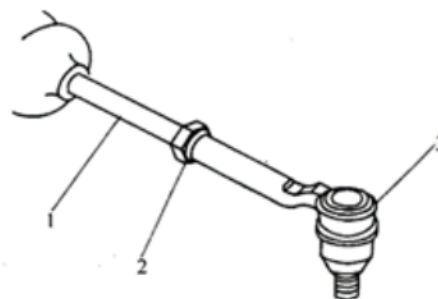

图 8.5-2 前轮前束的调整
- (1) 将转向盘调整到正前位置。
- (2) 如图 8.5-2 所示, 松开拉杆上的六角螺母, 旋转转向横拉杆轴以得到合适的前束角。